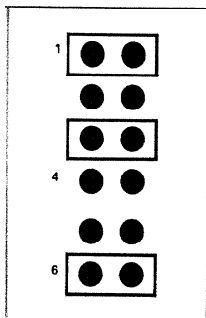

Fig. 6
1. Maschine ausschalten. Verbindungsstecker auf Pilottonverstärker gemäss Fig. 6 umstecken.
1. Switch off machine. Plug in connectors to pilot tone amplifier as shown in fig. 6.